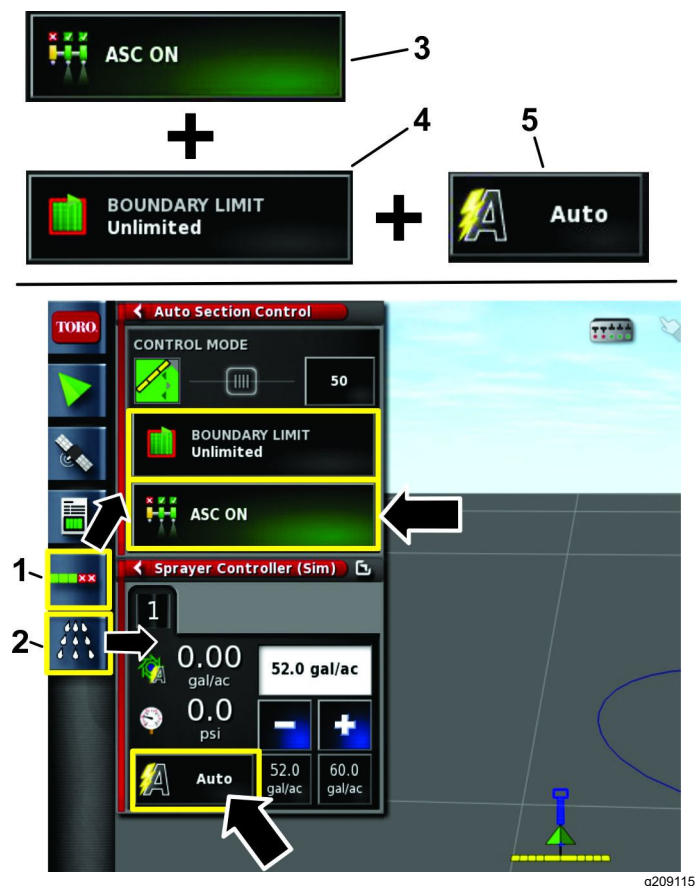

図 23
1. 自動選択コントロール構成アイコンとスプレーヤコントローラアイコンを選択する 図 23。
2. ASC アイコンをON位置にし、境界リミットを境界線不使用 位置にし、レートコントロールをAUTO位置にする 図 23。